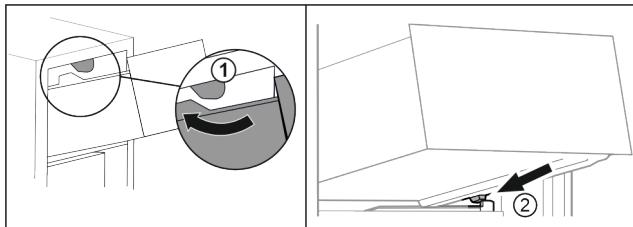

Fig. 74
- Predal speljite okrog zgornjih zaustavljalnikov. Fig. 74 (1)
- Predal postavite v poševnem položaju za spodnjimi zaustavljalniki na nastavki za posodo. Fig. 74 (2)